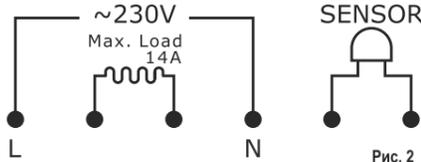

Рис. 2
- В пружинных гнездах клеммника (см. Рис. 2) синего цвета SENSOR зафиксируйте (при помощи кнопок желтого цвета) концы проводов датчика to пола. Полярность этих проводов значения не имеет;